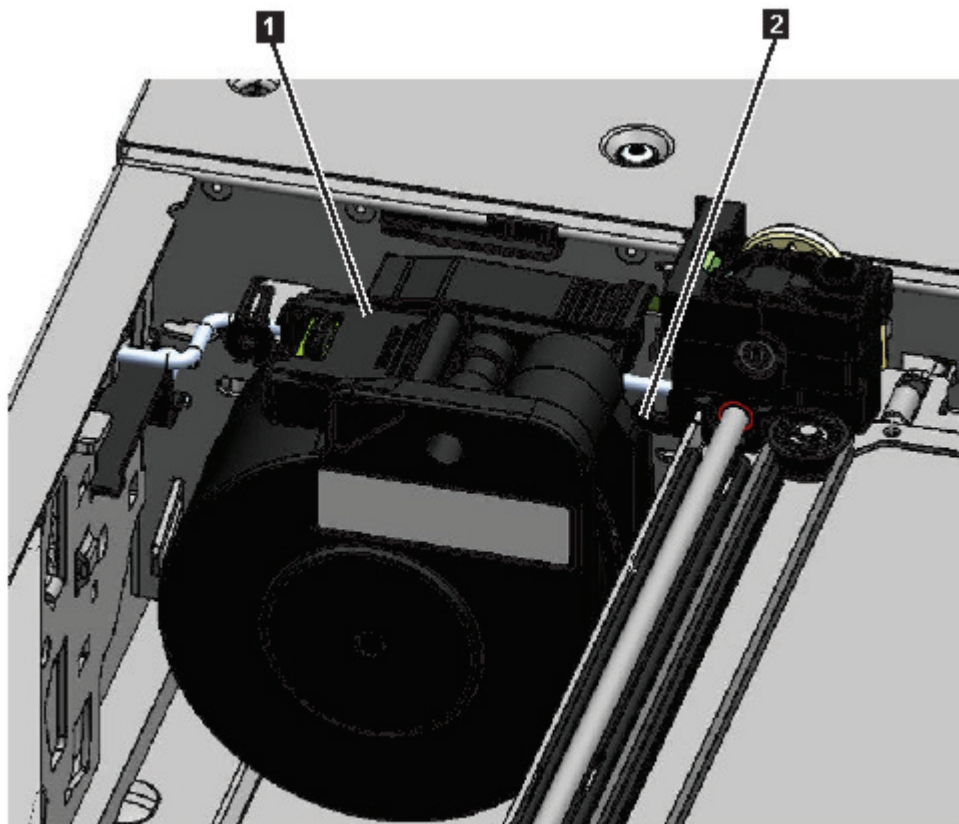

Figure 75. Câble d'enroulement en position arrêtée
Note: Notez l'emplacement où l'extrémité du câble d'enroulement pivote dans le manipulateur. Il est important de le savoir lorsque vous fixerez le nouveau câble d'enroulement au manipulateur. Voir **2** dans la Figure 75 on page 130.
9. Placez le connecteur d'enroulement (**1** dans la Figure 75 on page 130) en position arrêtée.